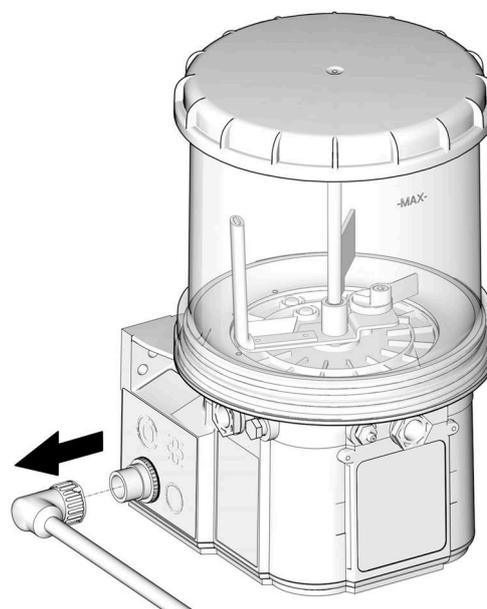

FIG. 25
**NOTA:** se non è disponibile uno staccabatteria, rimuovere il cavo di alimentazione (FIG. 25).